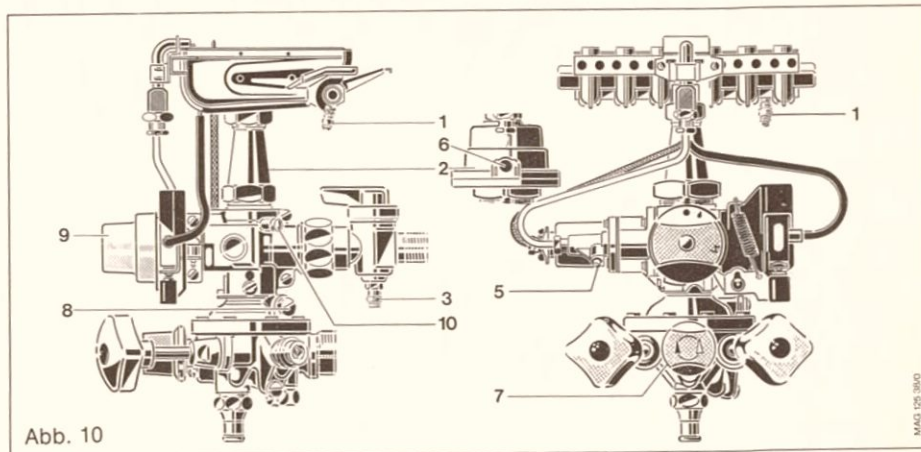

Abb. 10
- b) Zündflamme kontrollieren und ggf. an der Zündgas-Einstellschraube (Abb. 10, Pos. 5) nachstellen. Bei ordnungsgemäßer Einstellung muß die Zündgasregulierung voll geöffnet sein.
- a) Dichtungsschraube des Düsendruck-Meßstutzens (Abb. 10, Pos. 1) lösen, aber nicht ganz herausdrehen.
- c) Ggf. Plombendraht und Sicherungsblech vom Gasmengenregler (Abb. 10, Pos. 6) bzw. Plombendraht und Schutzkappe vom Zentralschalter (Abb. 10, Pos. 9) entfernen.
- f) Düsendruck an der Einstellschraube (Abb. 10, Pos. 6) des Reglers bzw. Einstellschraube (Abb. 10, Pos. 10) des Zentralschalters einstellen.